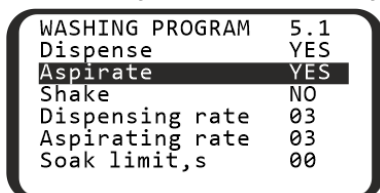

Figure 9. Program parameters
5.6.3 To navigate the parameters menu (figure 9):